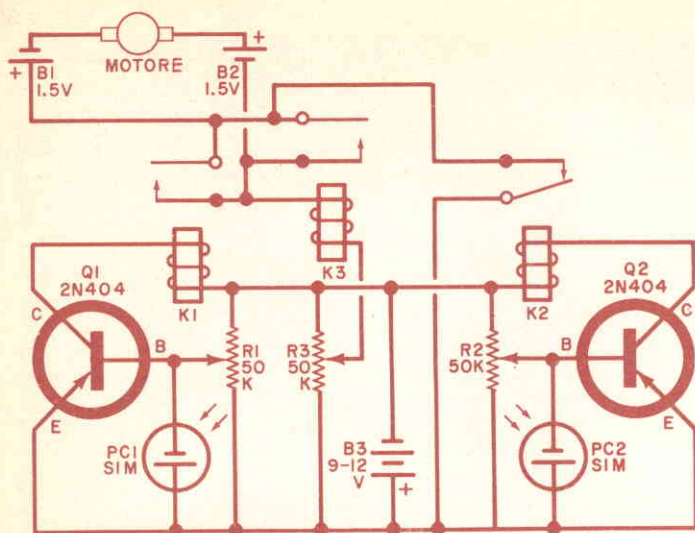

Fig. 1 - I relé, azionati da amplificatori pilotati da fotocellule, applicano e interrompono la tensione per il controllo del motore.
**Come funziona** - La fotocellula PC1 (ved. *fig. 1*) è collegata in parallelo alla giunzione emettitore-base di Q1. Quindi, quando una luce colpisce PC1, si genera una piccola tensione che fa condurre Q1, il quale aziona il relé K1 ed al motore viene applicata tensione. Contemporaneamente, viene azionato ed agganciato K3, perché il circuito di questo relé viene chiuso attraverso i contatti di K2. Se il fascio di luce viene spostato da PC1, il relé K1 si